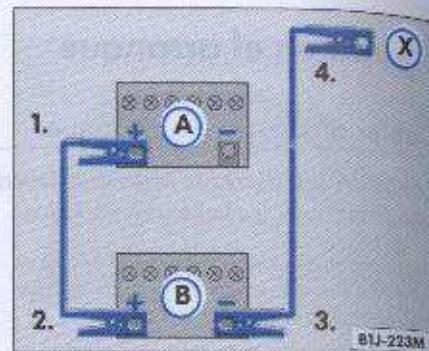

Fig. 152 Secuencia de conexión de los cables auxiliares de arranque
- Conecte una extremidad del cable auxiliar de arranque **rojo** al terminal positivo → fig. 152 del vehículo con la batería descargada → fig. 152 →
- Conecte la otra extremidad del cable auxiliar de arranque **rojo** al terminal positivo → fig. 152 , del vehículo que proveerá la corriente → fig. 152 →
- Conecte una extremidad del cable auxiliar de arranque **negro** al terminal negativo → fig. 152 , del vehículo que proveerá la corriente → fig. 152 →
- Conecte la otra extremidad del cable **negro** en el vehículo con la batería descargada a una pieza maciza → fig. 152 , firmemente atornillada al bloque del motor, o al propio bloque del motor, pero no en las proximidades de la batería →